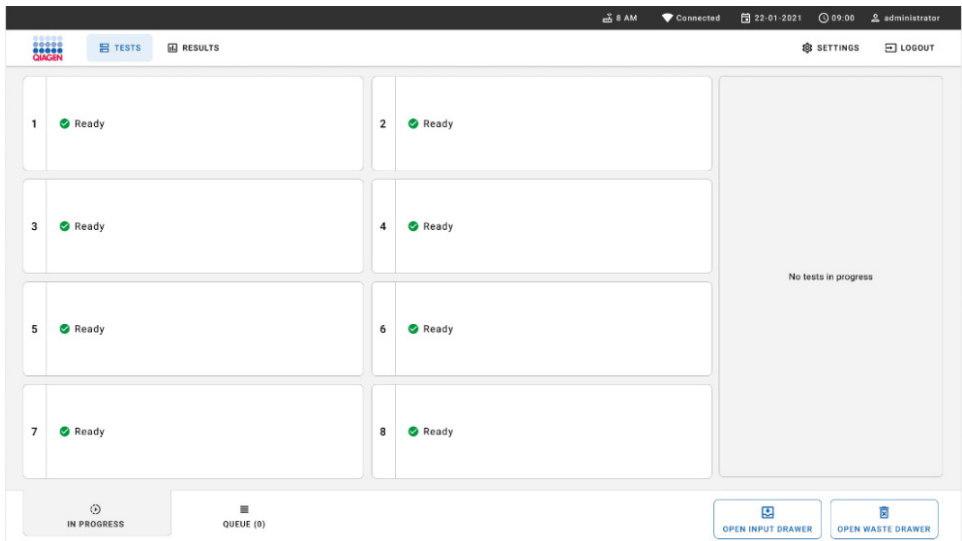

Figura 53. Tela de teste principal.
1. Pressione o botão **OPEN WASTE DRAWER** (Abrir a gaveta de resíduos) no canto inferior direito da tela Main Test (Teste principal) (Figura 53).
3. Feche a gaveta de resíduos após a remoção dos cartuchos. O sistema verificará a bandeja e voltará para a tela Main (Principal) (Figura 53). Se a bandeja tiver sido removida para fins de manutenção, certifique-se de que ela esteja inserida corretamente antes de fechar a gaveta.
4. Pressione o botão **OPEN INPUT DRAWER** (Abrir a gaveta de entrada) no canto inferior direito da tela (Figura 53).